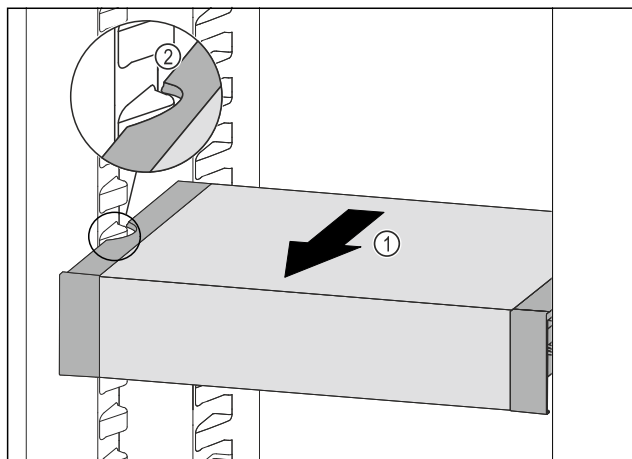

Fig. 111
- VarioSafe pociągnąć w przód Fig. 111 (1), aż boczne wycięcia szuflady VarioSafe będą się znajdować na wysokości zębów pojemnika w chłodziarce. Fig. 111 (2)